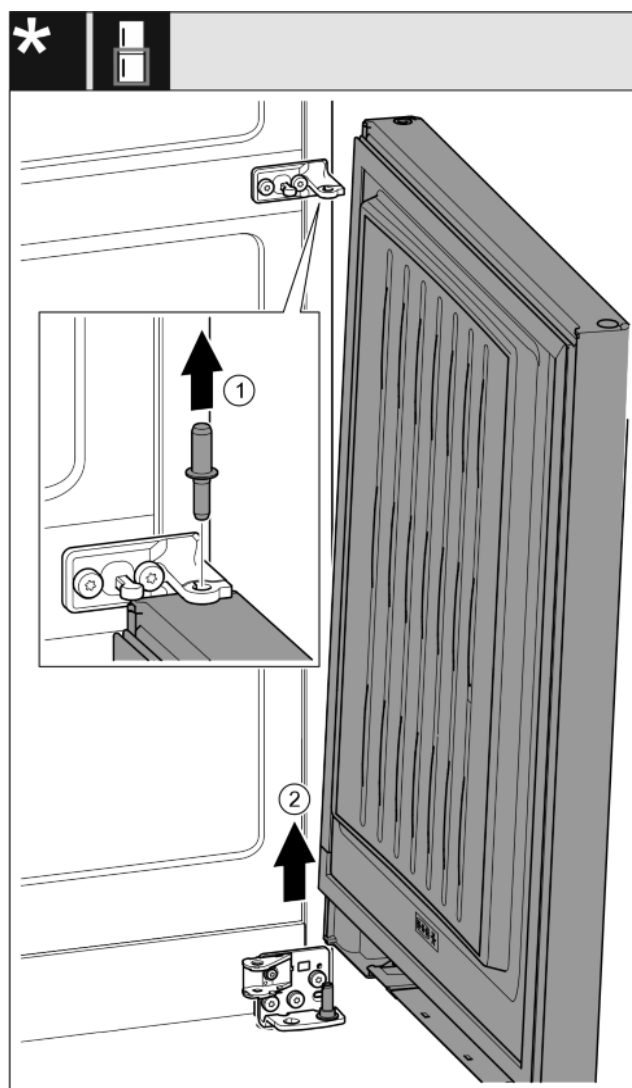

Fig. 19\*
- ▶ Extraer el perno hacia arriba.\* Fig. 19 (1)
- ▶ Girar la puerta hacia fuera, tirar de ella hacia arriba y colocarla a un lado.\* Fig. 19 (2)